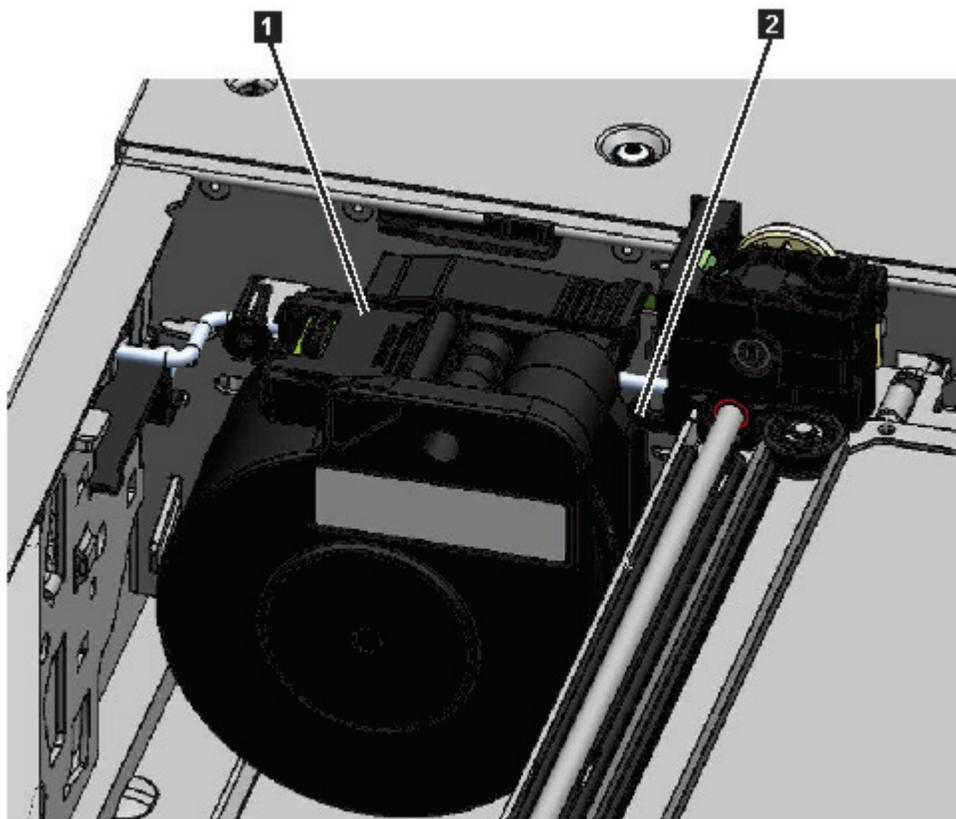

Figure 74. Câble d'enroulement en position arrêtée
**Remarque :** Notez l'emplacement où l'extrémité du câble d'enroulement pivote dans le manipulateur. Il est important de le savoir lorsque vous fixerez le nouveau câble d'enroulement au manipulateur. Consultez **2** dans Figure 74, à la page 157.
9. Placez le connecteur d'enroulement (**1** dans Figure 74, à la page 157) en position de rangement.